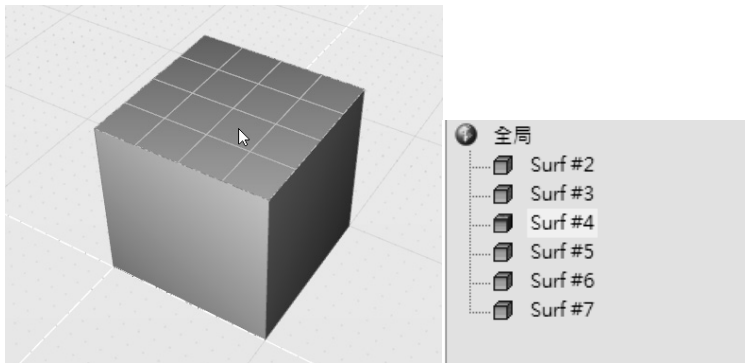

图 2-100 分离成 6 个独立面
- 3) 按住〈Ctrl〉键的同时单击“分离”工具, 立方体被拆分成 6 个独立面, 且与原始立方体无任何关联关系, 如图 2-100 所示。